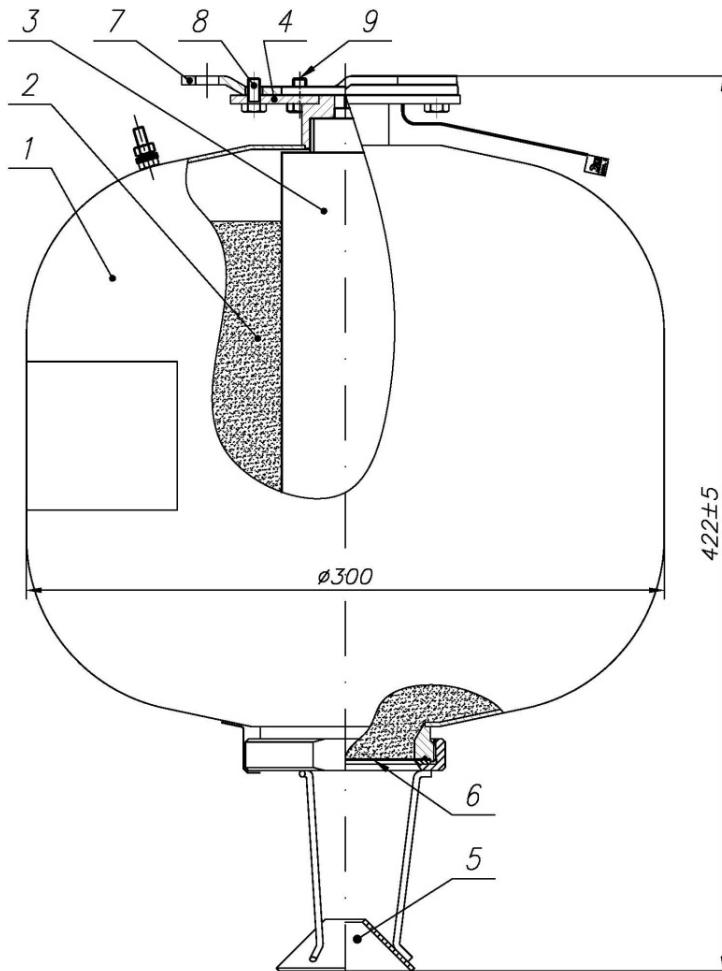

Рисунок 1 - Устройство модуля порошкового пожаротушения Буран-15И
6.5 Соединить держатель модуля 4 (рис. 1) с кронштейном 7 так, чтобы головки болтов 9 вошли в широкие части пазов держателя модуля. После этого повернуть модуль вокруг оси до упора, болты при этом заходят в узкие части пазов идерживают модуль в подвешенном состоянии. Зафиксировать от поворота модуль относительно кронштейна болтом 8. Затянуть болты 9.
– Слесарным зубилом разрушить мембранны (поз. 6, рис.1). Высыпать огнетушащий порошок в полиэтиленовый мешок или другую водонепроницаемую емкость. Производственные помещения, в которых производится работа с огнетушащим порошком, должны быть оборудованы приточно-вытяжной вентиляцией, обеспечивающей движение воздуха со скоростью от 0,3 м/с до 0,7 м/с. При проведении работ необходимо соблюдать меры предосторожности, указанные в п.5.2 и 5.3. Порошок утилизировать согласно п.5.3.